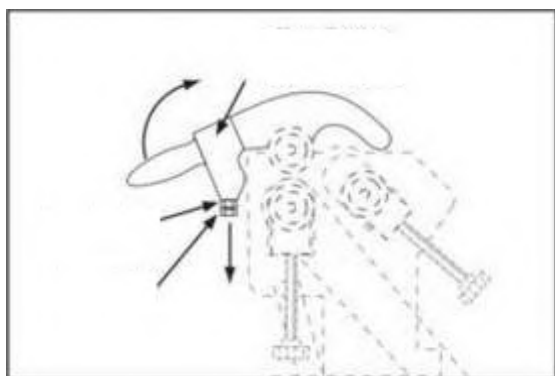

Рис. 25 Болт и контргайка
1. Ослабьте контргайку и болт, чтобы поднять рычаг ослабления верхнего ролика может (Рис. 25).